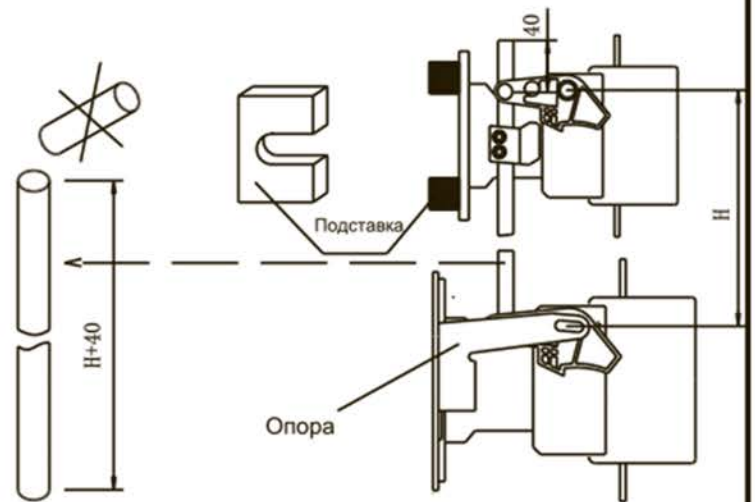

Рисунок 7
2. 2. 1. 1 При вертикального креплении надо устанавливать контактор с меньшим током сверх контактора с большим током .После установки можно разрезать часть , который длиннее "H+40", см. рисунок 7 .
2. 2. 1. 2 При сборки реверсивных контакторов вертикального крепления, использующих NC2-115-225 и NC2-265-800 , необходимо установить подставку под NC2-115~225 , см. рисунок 7 .